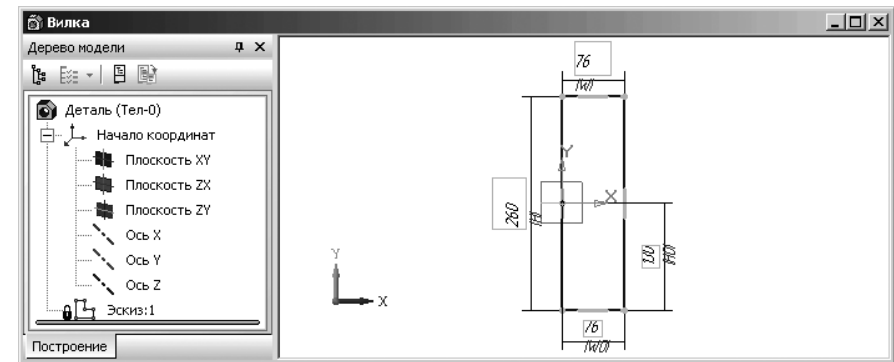

Рис. 3.31. Окно модели в режиме параметризации эскиза
- введите имя связанной переменной в текстовое поле **Переменная**, например, **H0**, а затем щелкните по кнопке **ОК**. Это может выглядеть так, как показано на рис. 3.31.
- щелкните дважды в диалоговом окне **Переменные** в ячейке, стоящей на пересечении столбца **Выражение** и строки с именем переменной **W0**, введенной ранее (см. рис. 3.31). Ячейка выделится;
- щелкните дважды в диалоговом окне **Переменные** в ячейке, стоящей на пересечении столбца **Выражение** и строки с именем переменной **H0**, введенной ранее (см. рис. 3.31). Ячейка выделится;